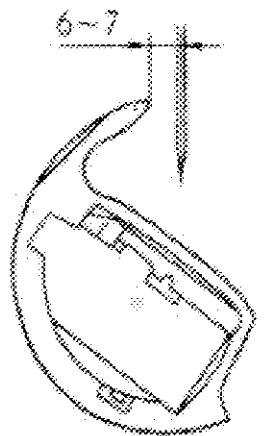

Рис. 3
A. В крайнем нижнем положении иглы расстояние между иглой и кончиком крючка челночного устройства должно составлять 6-7 мм. Это расстояние называется расстоянием зацепления нити (см. Рис. 3). Это расстояние регулируется путем изменения относительного положения рычага нижнего вала и опоры челночного устройства. Чтобы